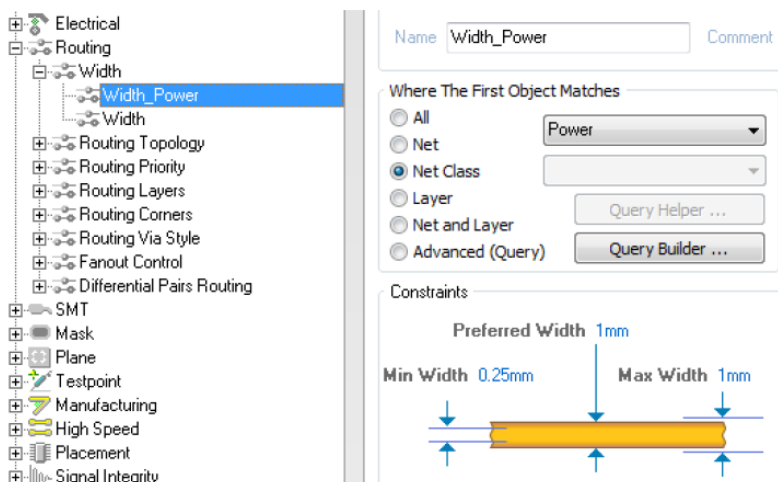
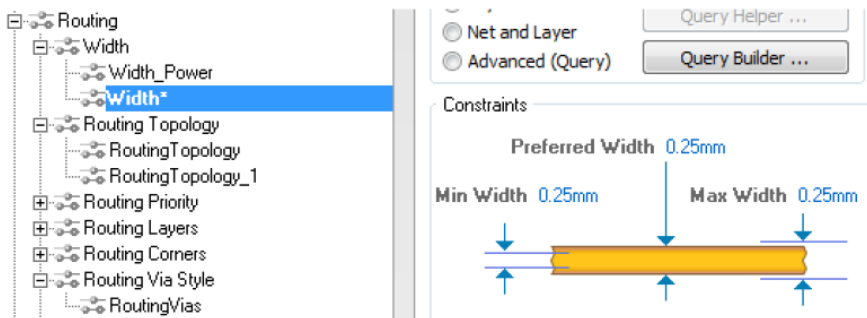

Рис. 36. Ширина проводника для класса Power
Рис. 37. Ширина всех проводников
2. Задать параметры проводника для класса цепей, выбрав Design>>Rules. В открывшемся окне выбрать категорию Routing>>Width, нажать правую кнопку мыши, выбрать New Rule. Установить курсор на новое правило и задать его свойства, как показано на Рис. 36. Нажать Apply. Задать параметры остальных проводников, выбрав правило Width, см. Рис. 37. Нажать Apply.